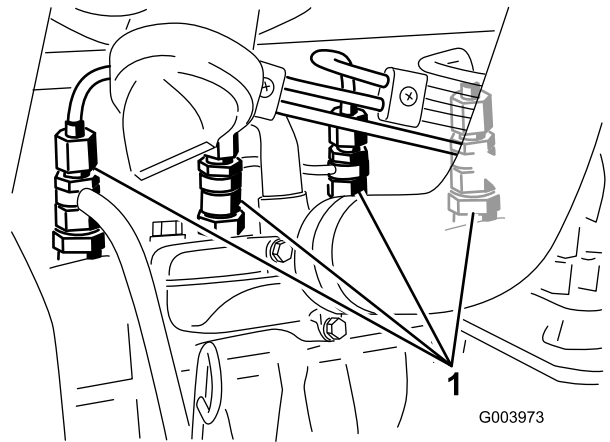

Figura 44
1. Allentate il raccordo dell'ugello n. 1 ed il gruppo portaugelli (Figura 44).